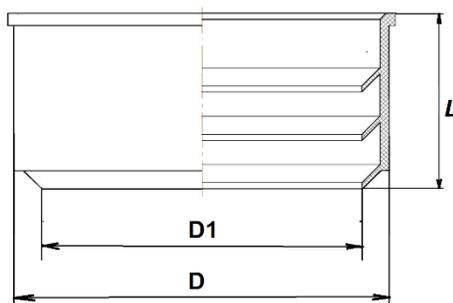

Рисунок 31 - Манжета уплотнительная для тапера
3.4. Основные геометрические размеры уплотнительных манжет для тапера показаны на рис. 31 и приведены в таблице 31.